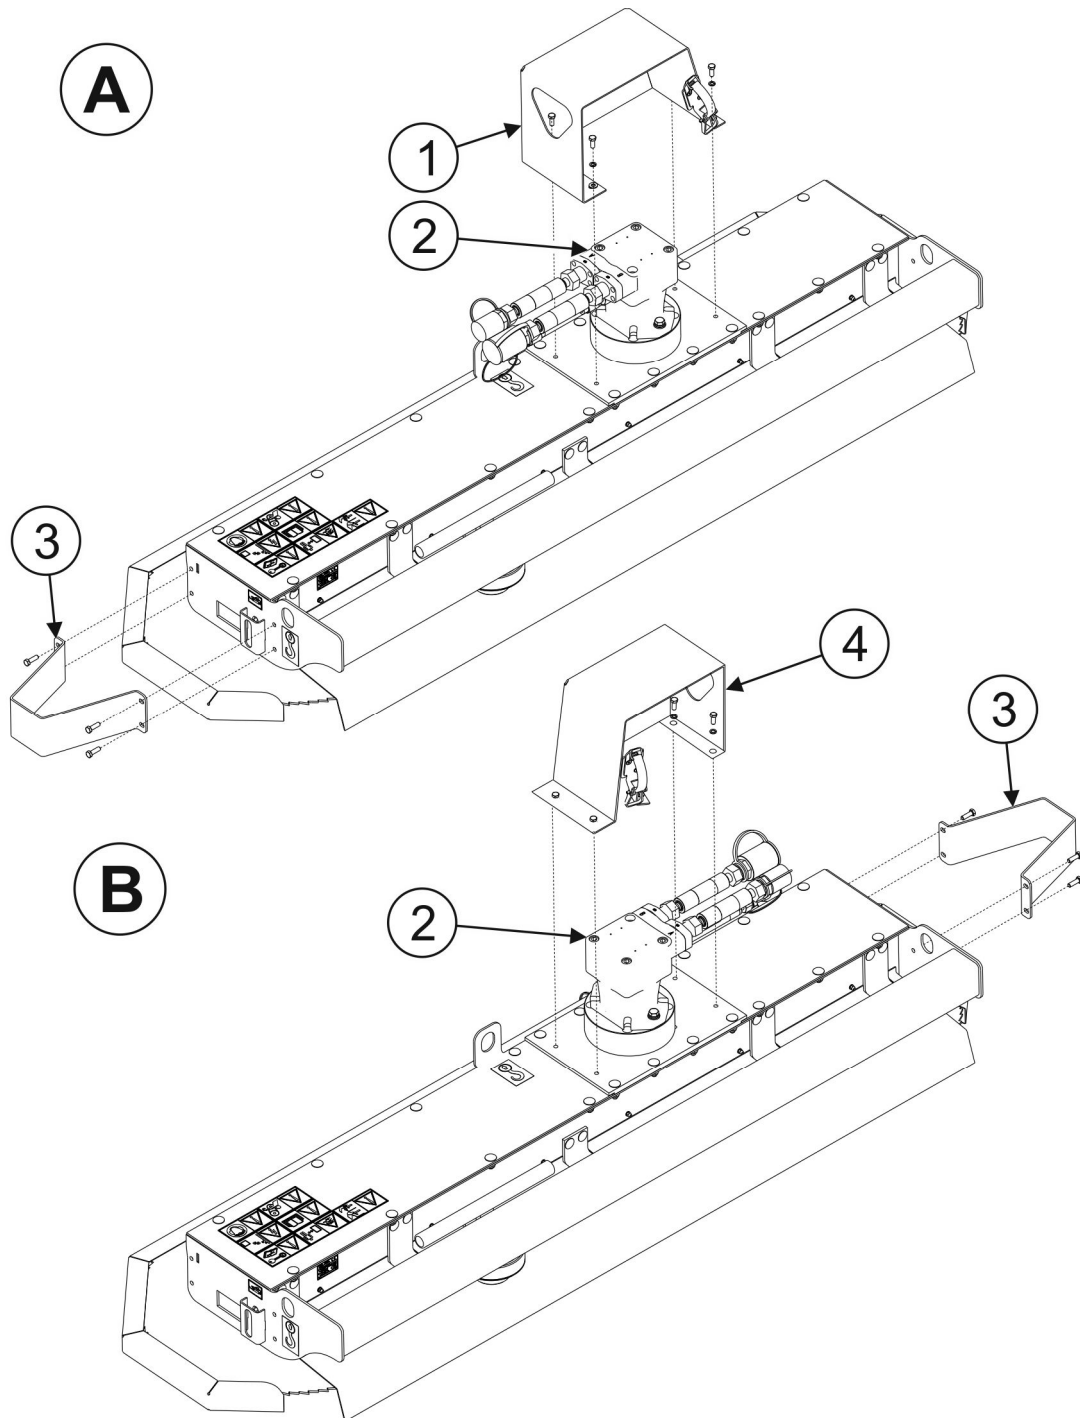

РИСУНОК 4.2 Адаптація конструкції пилки для роботи з лівого боку багатофункційного маніпулятора.
руці, розташованій з лівого боку трактора, слід повернути гідромотор (2) (РИСУНОК 4.2) на 180 градусів і встановити лівий корпус (4) (доступний опціонально), адаптований до обернутого двигуна. Бічний кожух (3) пилки слід перемістити з лівого боку корпусу на правий (РИСУНОК 4.2).
- підняти пилку для обрізання гілок над зацепом головки багатофункційного маніпулятора (РИСУНОК 4.2)